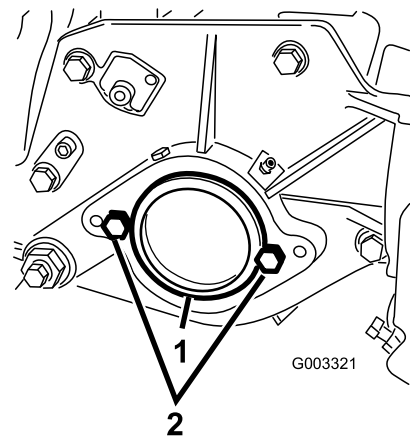

図 16
2. カッティングユニット右側のベアリングハウジングについているプラスチック製のプラグを外す 図 16。
3. 右側サイドプレートからキャップスクリュ2本を取り外す 図 16。
5. カッティングユニットの左側サイドプレートに、リールモータ取り付け用のキャップスクリュ2本を仮止めする 図 16。